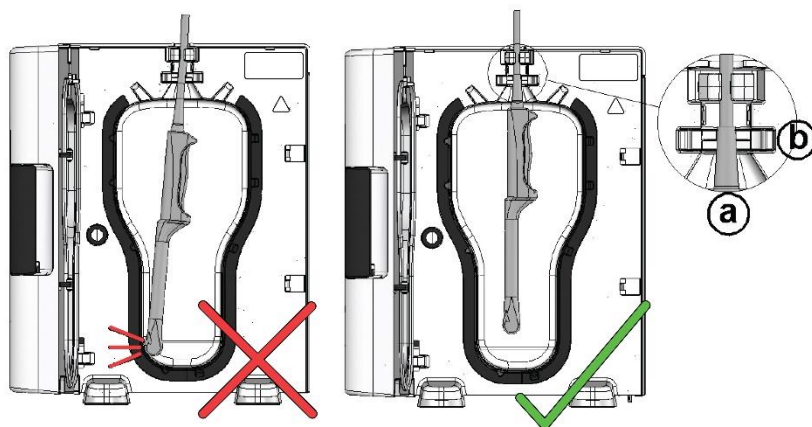

図 10
3. 2ヶ所のクランプでプローブをしっかり室内に固定します。（図 10 参照）
プローブにはハンドルの付け根に電気コードを覆う短いスリーブが付いています。これはプローブグランドと呼ばれます。（図 10(a) 参照）